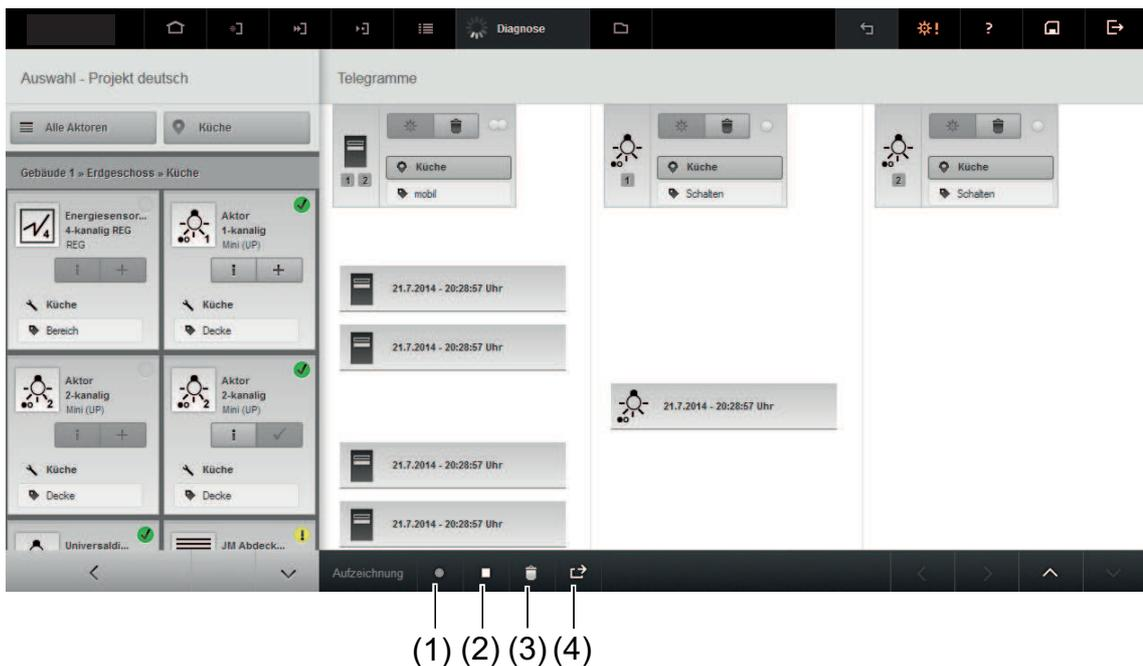

Bild 61: Sicht Diagnose – Telegrammaufzeichnung
- **Starten** wählen (Bild 61).
- **Löschen** wählen (Bild 61).
- **Telegramme exportieren** wählen (Bild 61).